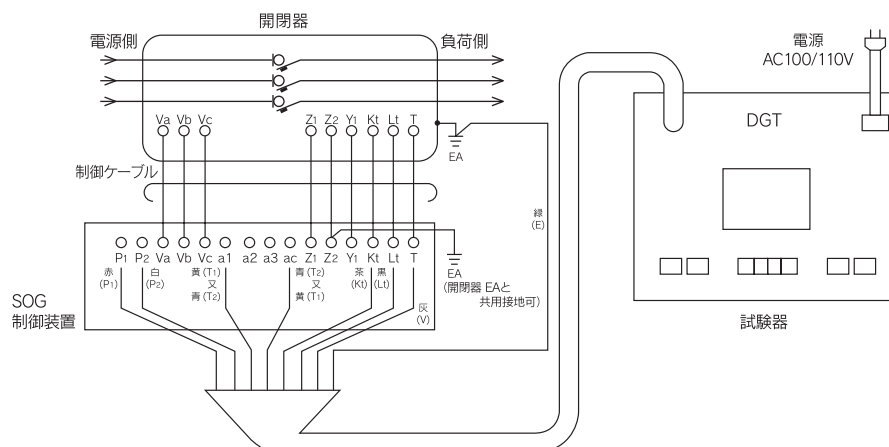

図11 戸上電機製作所製（DGT）によるテスト回路の一例
①SOG制御装置試験項目の管理値は表2のとおりです。
②図11、12、13の試験回路はSOG制御装置だけの地絡動作時間測定となります。